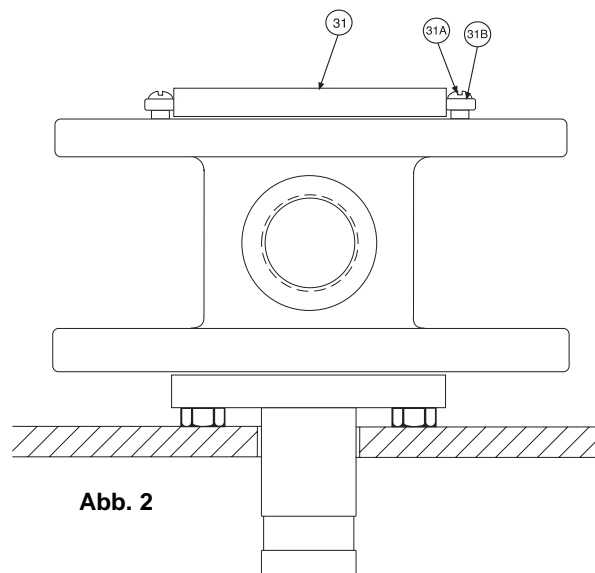

Abb. 2
Den Dichtkopf aufrecht mit dem Nippel (4) in einem ausreichend bemessenem Rohr oder in einer Öffnung der Arbeitsplatte hinstellen (Abb. 2). In dieser Position ruht das Dichtkopfgehäuse (1) auf der Verschleißplatte (16).